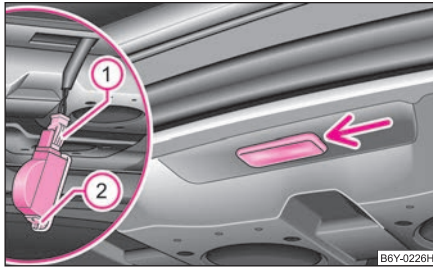

Fig. 183 Déposer l'éclairage du coffre à bagages (Sedan)
- Insérez un tournevis dans l'espace sous l'éclairage ⇒ fig. 183. Débloquer prudemment l'éclairage.
- Après avoir débloqué l'ergot à ressort ①, débrancher la fiche.
- Appuyez sur le ressort de sécurité ② du cache et enlevez le cache.